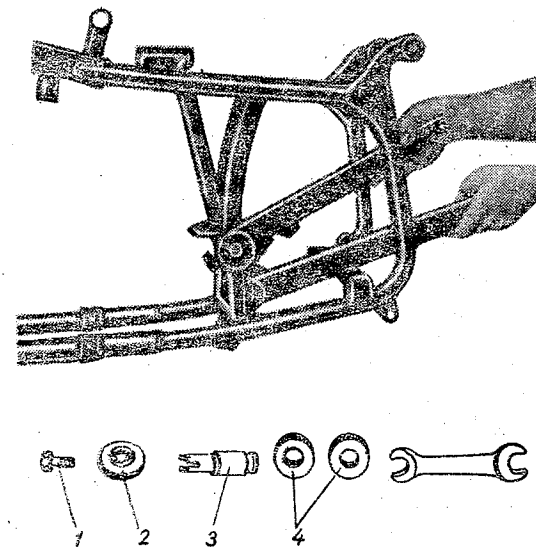

Рис. 30. Снятие и установка рычага задней подвески
- 4) вывинтить болты 1 (рис. 30), стягивающие резиновые втулки 4, снять на-